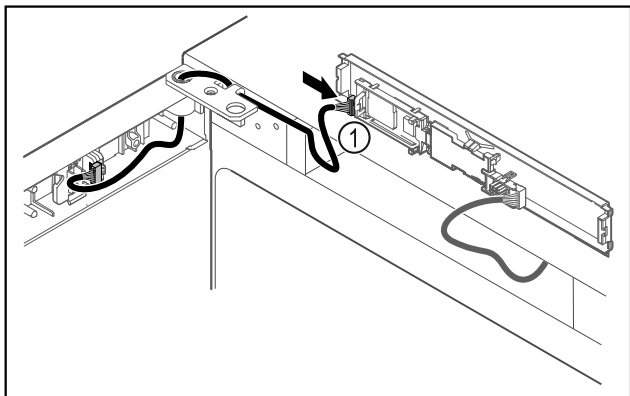

Fig. 47
- ▶ Sæt stikket Fig. 47 (1) i på printkortet.